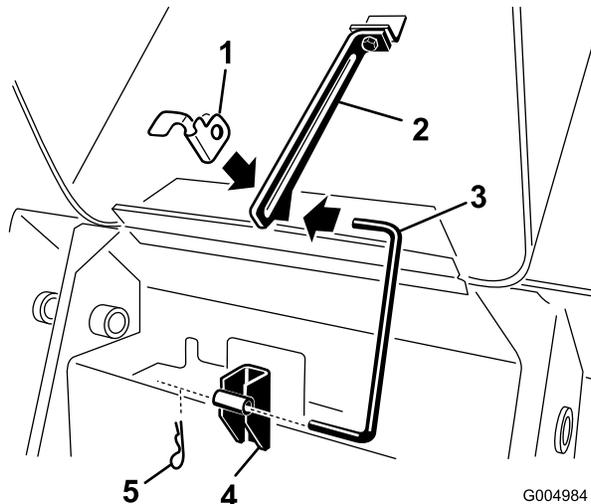

Figura 44
3. Tirare la chiavetta a forcella dall'estremità inferiore dell'asta di supporto del cofano e sfilare l'asta di supporto dalle staffe e dalla linguetta dell'asta di supporto (Figura 44).
7. Installare l'asta di supporto nelle staffe e nell'apposita linguetta e fissarla con la chiavetta a forcella (Figura 44).